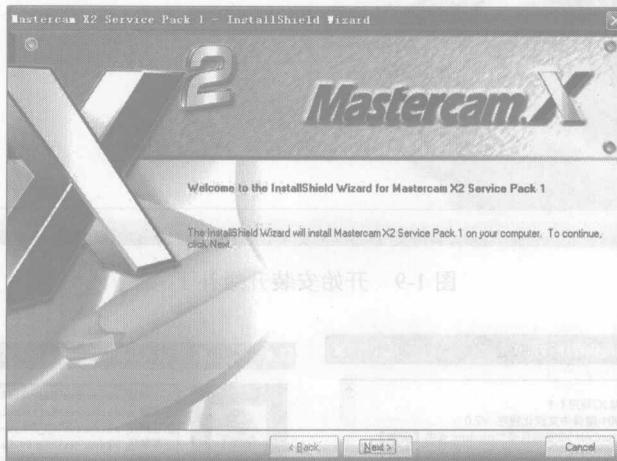

图 1-7 安装升级补丁
- ⑥ 安装模拟狗。复制 HASPEmulPE-XP\_2\_33\_a002W 文件夹到硬盘，打开 HASPEmulPE-XP\_2\_33\_a002W 文件夹，安装 HASPEmulPE-XP\_2\_33\_a002W 软件。
- ⑦ 注册模拟狗。双击 keygen.exe 注册机，输入 8 个英文字母，然后单击 Generate 按钮，就会产生 reg 文件；双击 haspemul.reg 文件注册。
- ⑧ 软件模拟狗。打开 CRACK 文件夹，双击 mastercamx2.reg 文件注册。
- ⑨ 运行模拟狗。双击桌面上的 HASP Emulator PE V2.33 快捷方式图标运行程序，在打开的工作界面中单击左上角第一个图标——HASP 图标启动 HASP。
- ⑩ 复制破解。打开 CRACK 文件夹，复制 mastercam.exe 文件到刚才安装的目录下覆盖原文件即可。
- ⑪ 升级 SP1 补丁。打开 Mastercam X2 SP1 文件夹，运行 Mastercam X2 SP1.exe 文件，准备安装升级补丁，如图 1-7 所示。